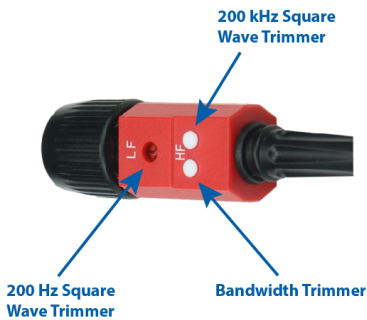
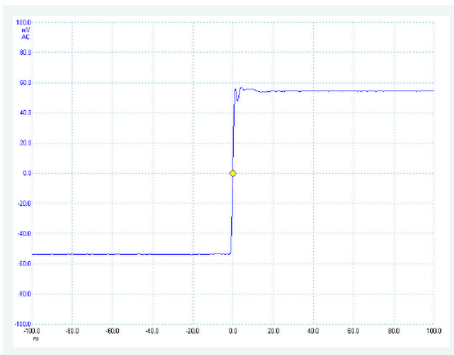

Figure 3: Frequency Compensation Trimmers
Figure 5: Compensation correcte
3. Ajuster le potentiomètre de la compensation 200 Hz (Figure 3) en utilisant le tournevis fourni, pour obtenir un signal le plus plat possible (Figure 5).
6. Tournez le potentiomètre 200 kHz pour obtenir une forme plate (Figures 3 & 5).
7. Tournez le potentiomètre de réglage de bande passante pour ajuster le front et donc la bande passante (Figure 3).
La Figure 5 montre un signal issu d'une sonde parfaitement compensée.